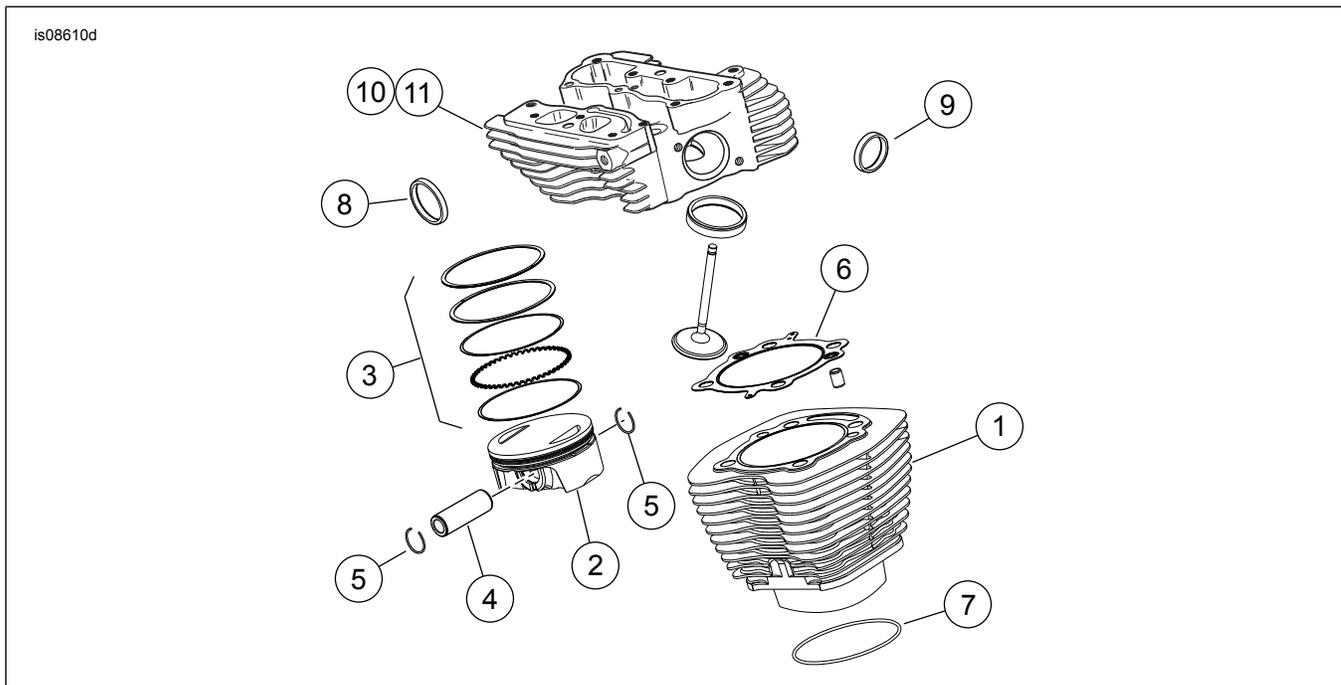
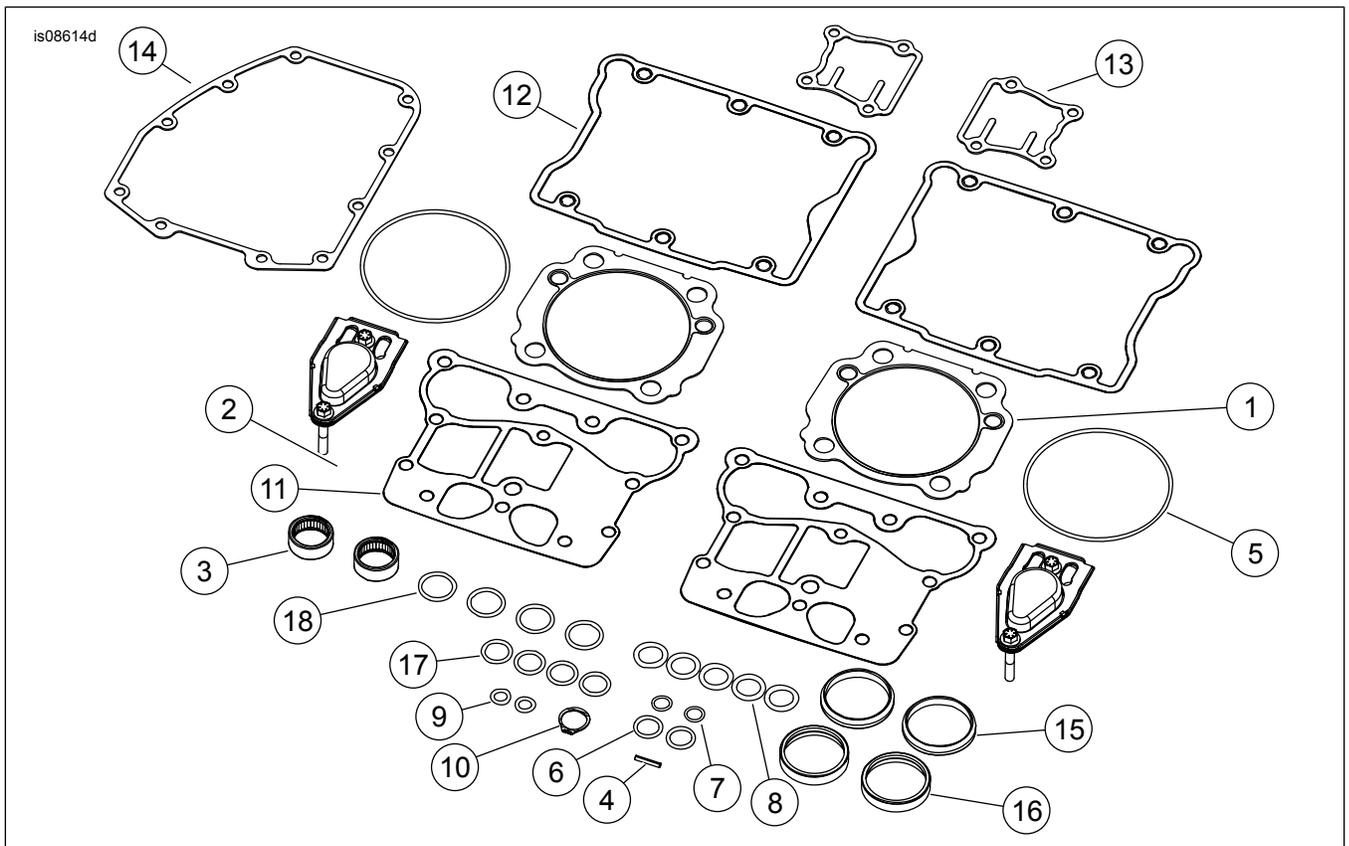

Figura 1. Piezas de servicio: Kit de carrera Screamin' Eagle Twin Cam 110 (1800 cc) Stage V
Figura 4. Piezas de servicio: Kit de carrera Screamin' Eagle Twin Cam 110 (1800 cc) Stage V
Vea Figura 1 a Figura 4 , y Tabla 1 a Tabla 4 .
1. Vea Figura 4 . Instale los nuevos cojinetes de las levas interiores incluidos con este kit.
2. Vea Figura 1 a través de Figura 4 . Arme las levas a la placa de las levas y al extremo superior del motor con piezas del kit. Consulte la sección correspondiente al MOTOR en el Manual de servicio.